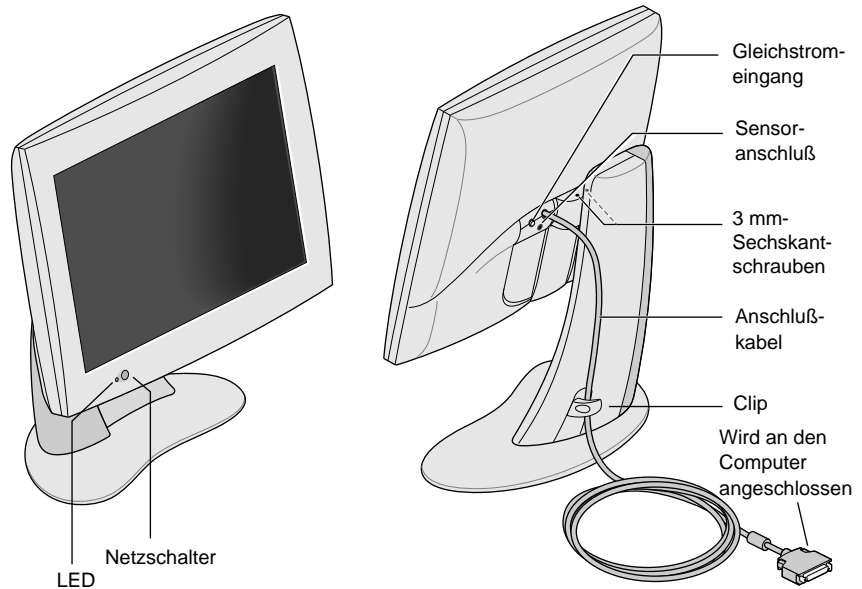

Abbildung 1-1 Vorder- und Rückansicht des Flachbildschirms
Nehmen Sie sich einen Moment Zeit, und machen Sie sich mit den in Abbildung 1-1 dargestellten Funktionen Ihres Monitors bekannt.
2. Stecken Sie das Anschlußkabel des Monitors (Abbildung 1-1) in den entsprechenden Anschluß des Computers. (Beachten Sie dazu die Dokumentation Ihres Computers.)
3. Klemmen Sie das Anschlußkabel wie in Abbildung 1-1 hinter den Clip am Sockel des Monitors.
Betätigen Sie zum Einschalten des Monitors den Netzschalter auf der Frontseite. Die Position des Netzschalters geht aus Abbildung 1-1 hervor. Sobald das System Signale an den Flachbildschirm sendet, leuchtet die LED links unten grün auf.
Betätigen Sie zum Ausschalten des Monitors den Netzschalter auf der Frontseite. Siehe Abbildung 1-1. Wenn Sie den Monitor längere Zeit (mehr als ein paar Stunden) nicht benutzen, sollten Sie ihn ausschalten. Dies kann die Lebensdauer der Lampen für die Hintergrundbeleuchtung des Flachbildschirms erheblich verlängern.
Der Flachbildschirm ist mit einem Sensoranschluß ausgerüstet. Dieser ist eine 3,5 mm-Buchse (1/8 Zoll), die sich zwischen dem Anschluß für die Stromversorgung und dem Anschlußkabel befindet. Siehe Abbildung 1-1.